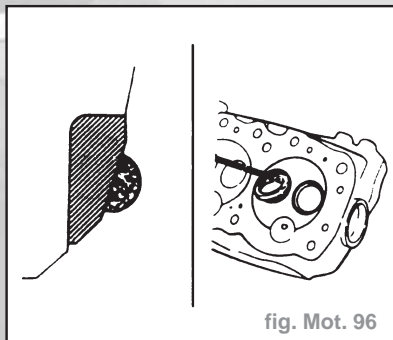

fig. Mot. 96
- Souder à l'arc (flèche) toute la circonférence intérieure de l'insert, en veillant à ne pas endommager la culasse (fig. Mot. 96).